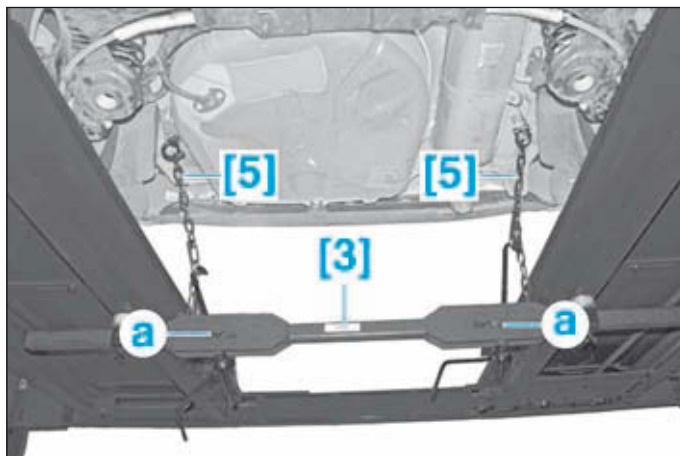

FIG.4
- Placer l'outil [3] en réglant la position (a) la mieux adaptée afin de tirer les outils [5] le plus verticalement possible (Fig.4).